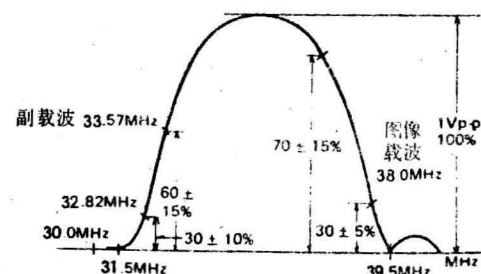

图 9
5. 调整 L 106 及调谐器混频线圈, 得到如图 9 所示的波形 (波形顶部的不平度应在 1 ~ 2 dB 以内)。